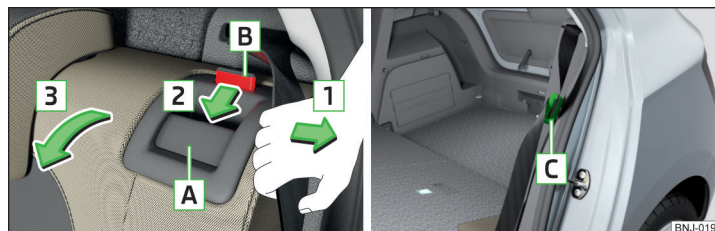

Abb. 63 Sitzlehne vorklappen / Bereitschaftsstellung des Sicherheitsgurts
- Den äußeren Sicherheitsgurt zur Seitenverkleidung in Pfeilrichtung **1** ziehen » Abb. 63.
Die Schlosszunge der äußeren Sicherheitsgurte **C** » Abb. 63 kann in die Seitenverkleidung eingesteckt werden.